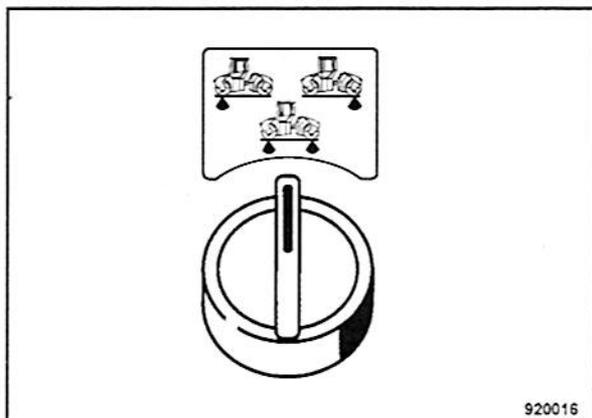

Fig. 78
- Preseleccionar el rodillo o los rodillos deseados con el interruptor giratorio (Fig. 78).